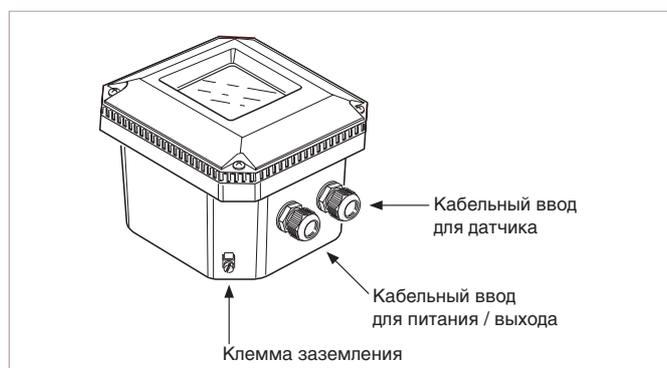

Рисунок 3-5. Используемые кабельные вводы
4. Через кабельный ввод с правой стороны, подключите вход датчика (см. рисунок 3-5). Включите подачу питания. Подготовьте прибор к применению для своих конкретных требований, или используйте установки по умолчанию.